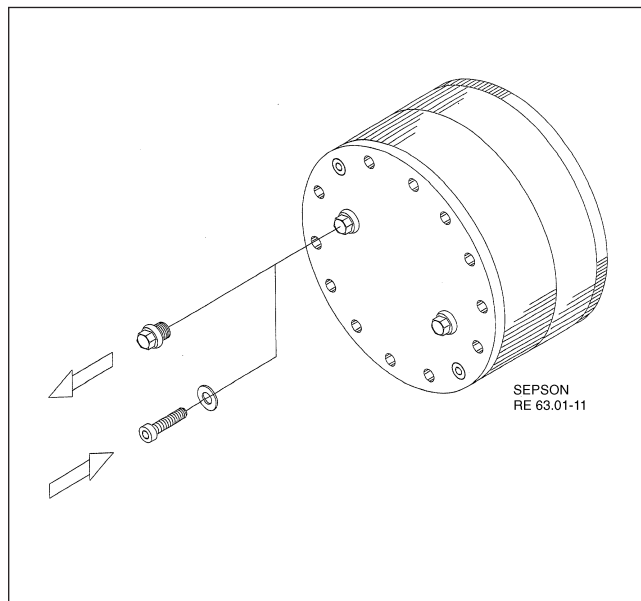

Fig 23 Sänkning av last i nödläge
1. Skruva ur de två pluggarna, som finns på bromsens gavel, se fig 23.